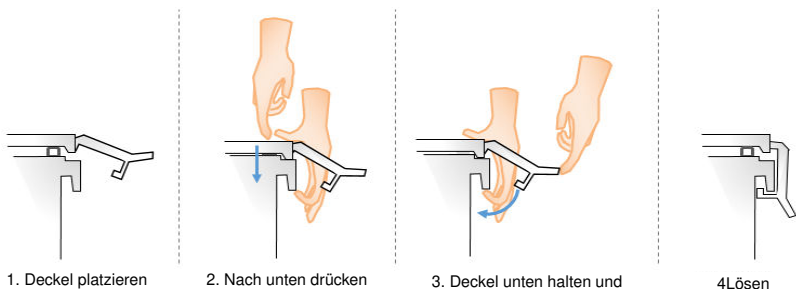

Abbildung 20 Schließen des äußeren Deckels.
- Verschließen Sie das Reservoir mit den beiden separat verpackten sterilen Deckeln. Bringen Sie zuerst den inneren Deckel und dann den äußeren Deckel an (Abbildung 8, Punkt 2 und 1). Falten Sie den Verschluss um den Rand des Reservoirs, um den äußeren Deckel am Reservoir zu verriegeln (Abbildung 20).